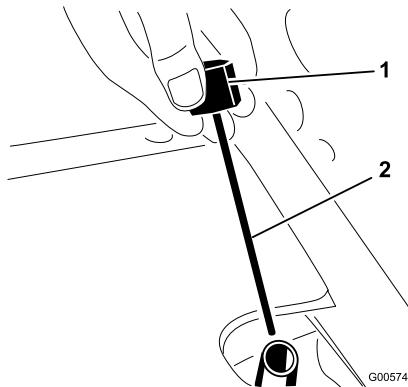

Figure 30
- Dévissez le bouchon-jauge (Figure 30) du goulot de remplissage et essuyez la jauge sur un chiffon propre. Vissez le bouchon-jauge à la main dans le goulot de remplissage. Sortez de nouveau la jauge et vérifiez le niveau d'huile. Si le niveau est à plus de 13 mm de la rainure de la jauge (Figure 30), ajoutez suffisamment d'huile pour atteindre la rainure. Le niveau ne doit pas dépasser la rainure de plus de 13 mm.